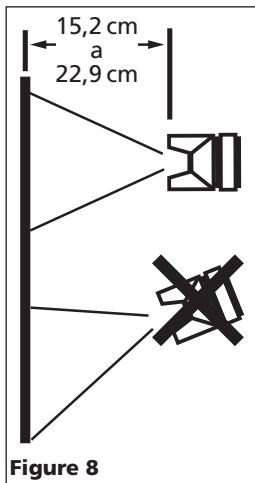

Figure 8
- Toujours garder le pistolet à angles droit par rapport à l'objet de travail (Voir Figure 8).